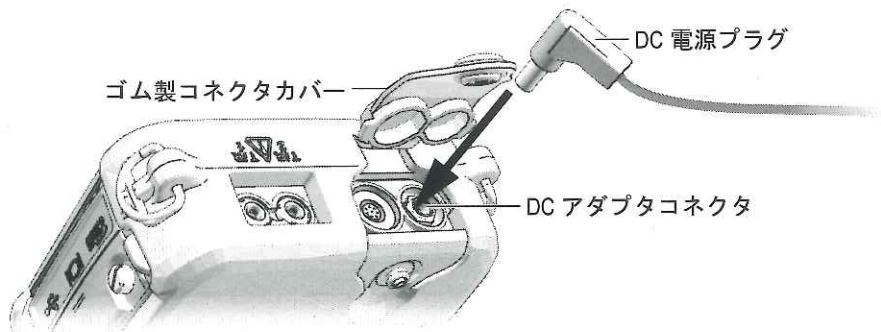

図 2-3 DC 電源プラグの接続
2. 38DL PLUS で、38DL PLUS の上部の DC アダプタコネクタを覆っているゴム製カバーを持ち上げます (29 ページ図 2-3 参照)。
3. チャージャー/アダプタからの DC 電源プラグを DC アダプタコネクタに接続します (29 ページ図 2-3 参照)。